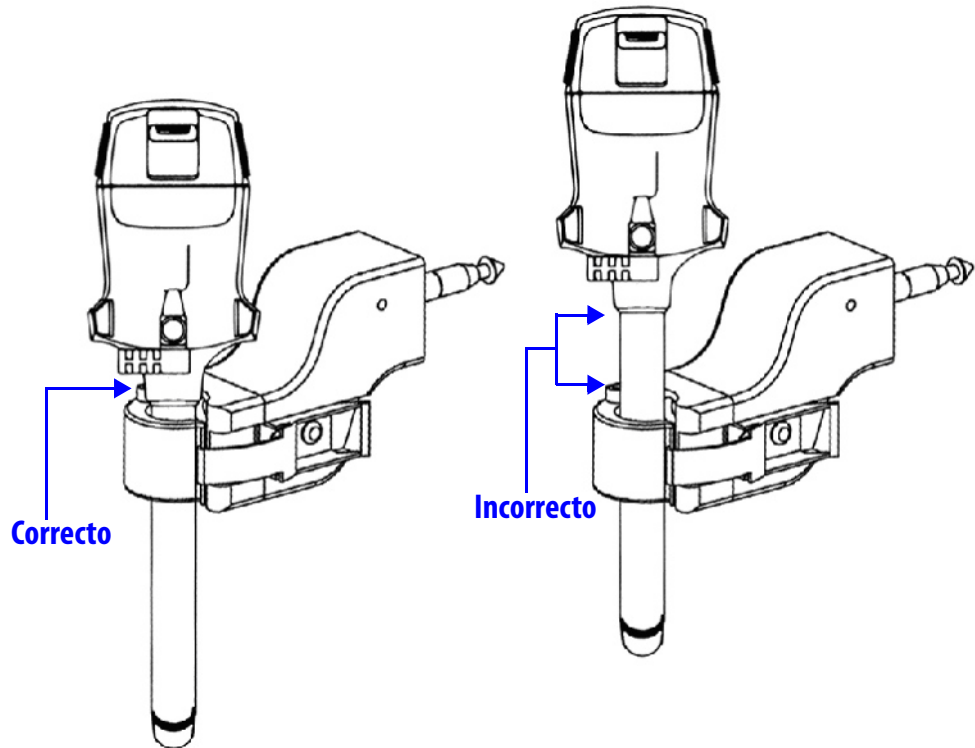

Figura 8.3 Aperto correcto da cânula do endoscópio
- Para assegurar que o centro remoto da cânula é devidamente posicionado, deve encaixar a cânula num ponto imediatamente abaixo do invólucro da cânula (ver Figura 8.3 abaixo).